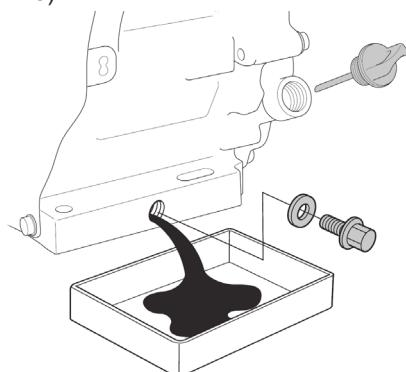

Рис. 15 Замена масла в двигателе
5. Открутите пробку для слива масла и спейте отработанное масло в подготовленную для этого емкость (Рис. 15).